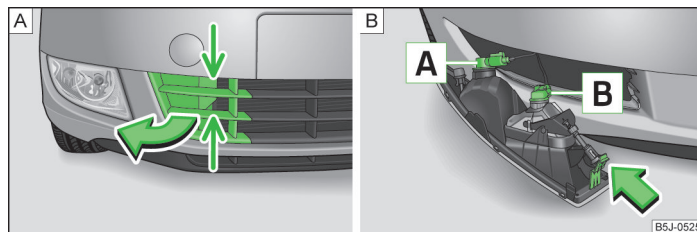

Fig. 158 Bara de protecție față: Grilaj de protecție/demontarea proiectoarelor de ceață
Disponerea becurilor » fig. 158.
- ▶ Prindeți grilajul de protecție în pozițiile marcate cu săgeți » fig. 158 - și scoateți capacul în sensul săgeții.
- ▶ Introduceți mâna în orificiul grilajului de protecție și apăsați elementul de fixare » fig. 158 - în sensul indicat de săgeată.